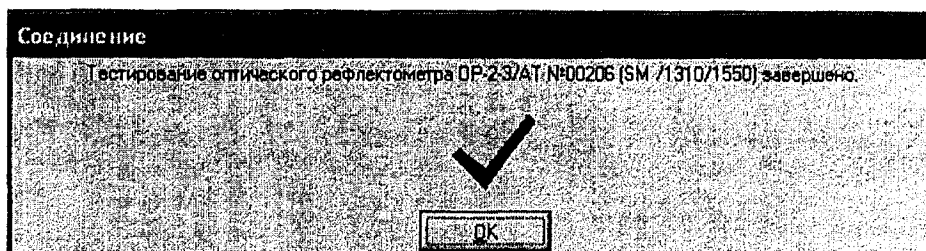

Рисунок 2
3) загрузить управляющую программу рефлектометра **reflect.exe**. При загрузке программа должна произвести тестирование (инициализацию) рефлектометра и на экране монитора должно появиться сообщение с указанием типа и номера подключенного рефлектометра (рисунок 2).
В появившемся окне нужно сделать установки, показанные на рисунке 3 и нажать кнопку  **Подключить**. После этого будет проведено повторное соединение прибора с компьютером и на экране должно появиться сообщение с указанием типа и номера подключенного рефлектометра (рисунок 2).